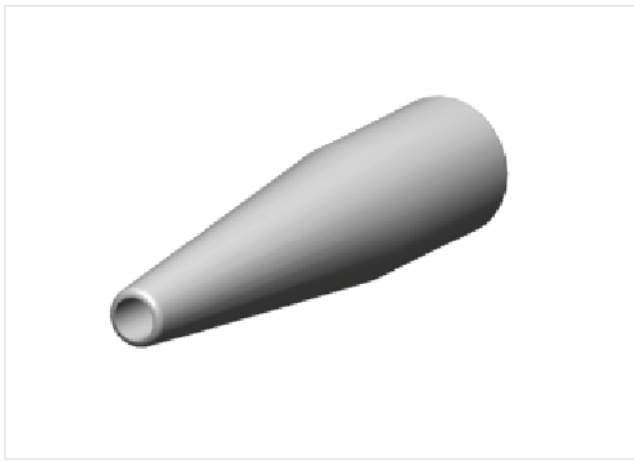
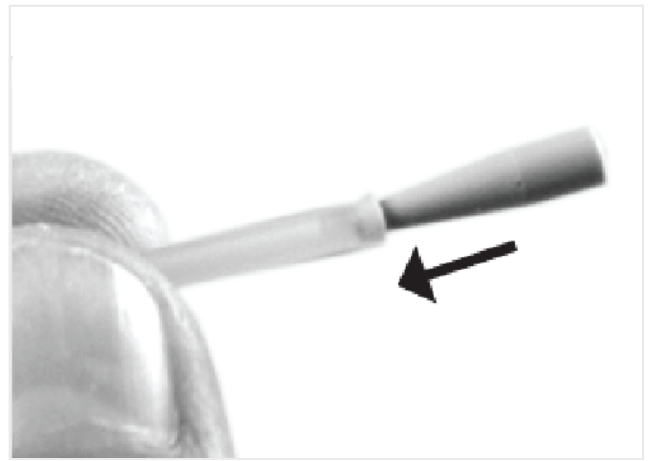

FIG. 6
FIG. 7
1. 冷却チューブをユニットのチューブに接続するのに付属の円錐部品が役立ちます。(図6と図7)。